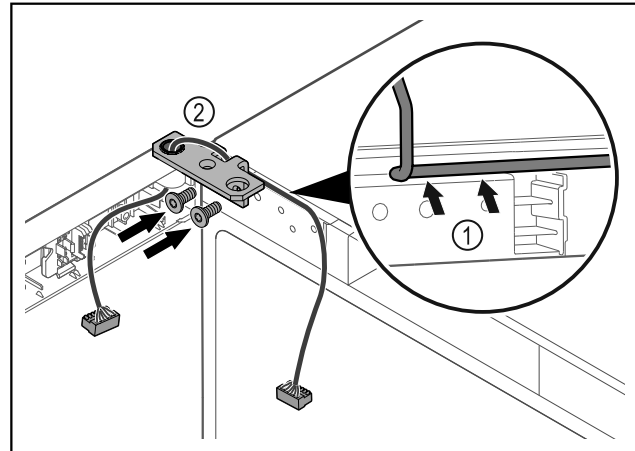

Fig. 44
- ▶ Introdurre il cavo nel foro della cerniera angolare e posarlo con cautela Fig. 44 (1).
- ▶ Avvitare la cerniera angolare Fig. 44 (2).